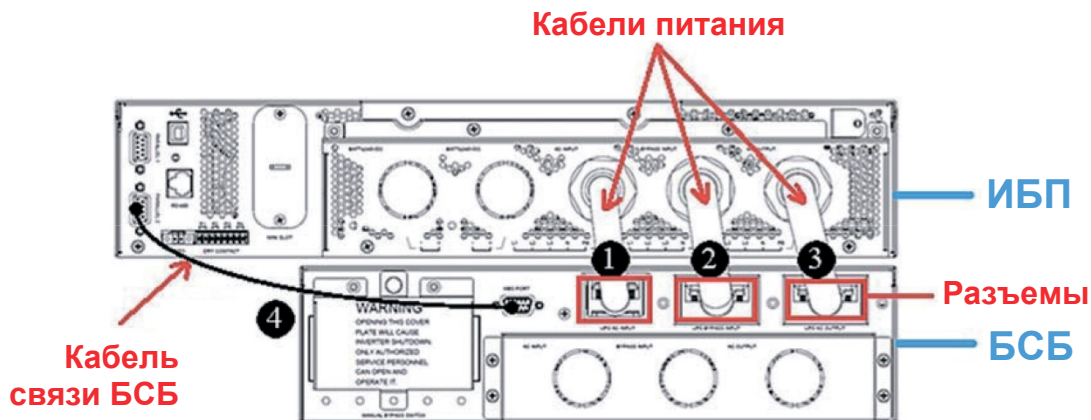

Рисунок 7-17. Подключение ИБП к БСБ
Вставьте три кабеля питания в разъемы БСБ (❶), (❷) и (❸). См. **Рисунок 7-17**.
Используйте кабель БСБ*1 (❹) для подключения MBS-порта БСБ к одному из параллельных портов ИБП и надежно закрепите кабель. См. **Рисунок 7-17**.